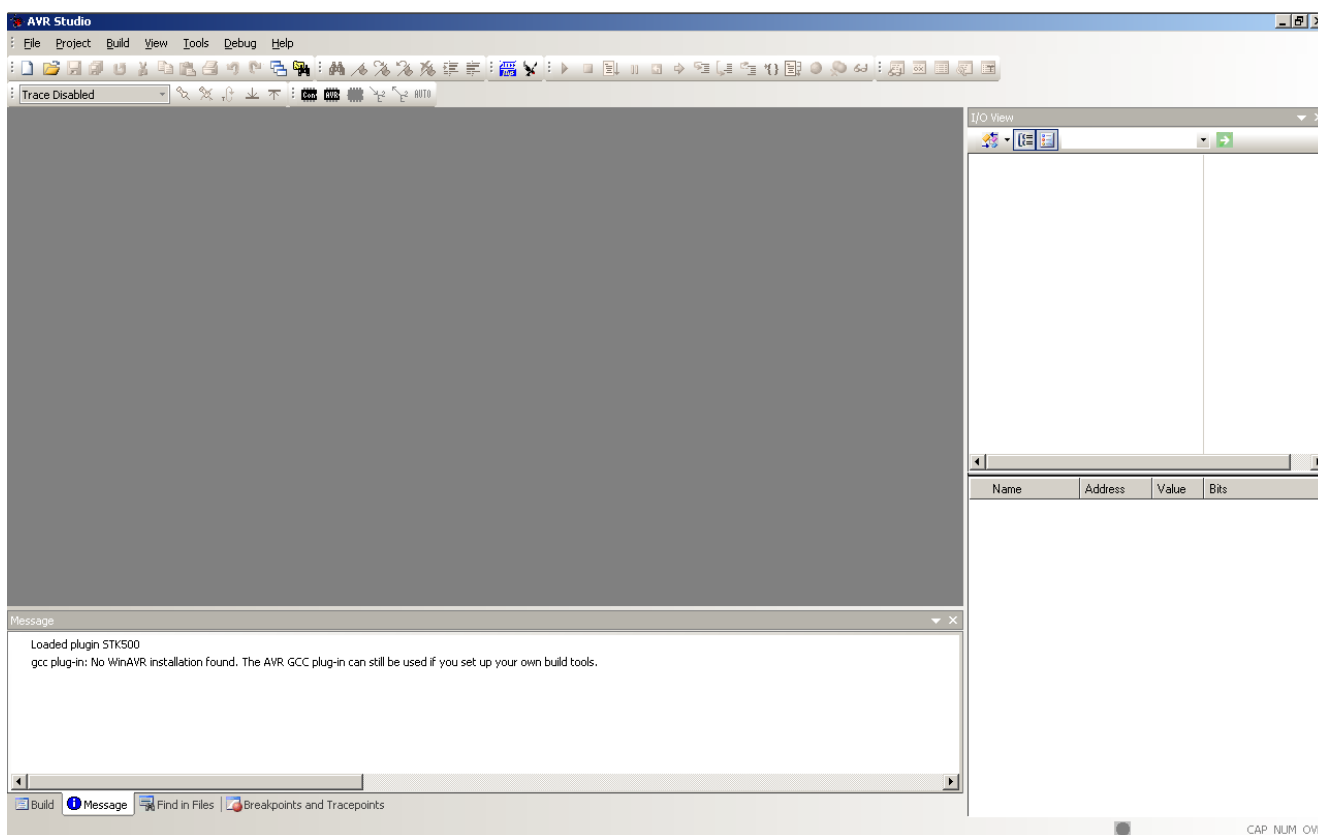

Рис. 1.1. Главное окно пакета AVR Studio после запуска
1.1.1. Запустите пакет AVR Studio: обычно через главное меню Windows: «Пуск-> Все программы -> Atmel AVR Tools -> AVR Studio 4». Появится главное окно программы (рис. 1.1).